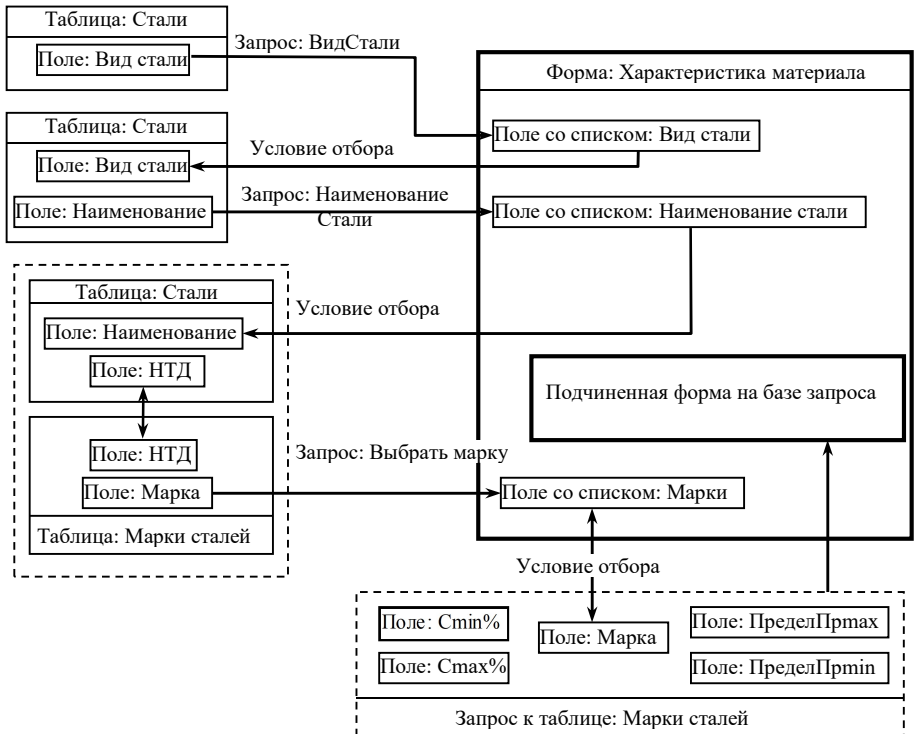

Рис. 5.1
- Скласти структурну схему, яка ілюструє взаємозв'язок об'єктів бази даних і елементів управління у формі. Варіант схеми представлений на рис. 5.1.
- Створити запит «Выбрать Марку» і помістити його результати в поле зі списком під ім'ям «Марки» (см. рис. 5.1)